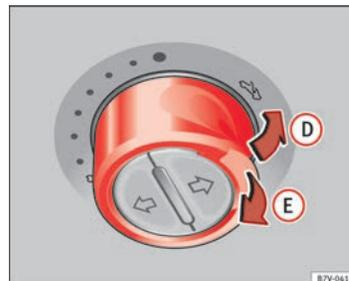

Fig. 58 En el revestimiento interior del techo: pulse el conmutador y tire de él para levantar y cerrar el techo.
⇒ fig. 58
- *Techo corredizo panorámico:* Durante los 5 segundos siguientes tras dispararse la función antiaprisionamiento, mantenga el mando tirado hacia atrás ⇒ fig. 58 (flecha E) hasta que el techo panorámico corredizo quede completamente cerrado.